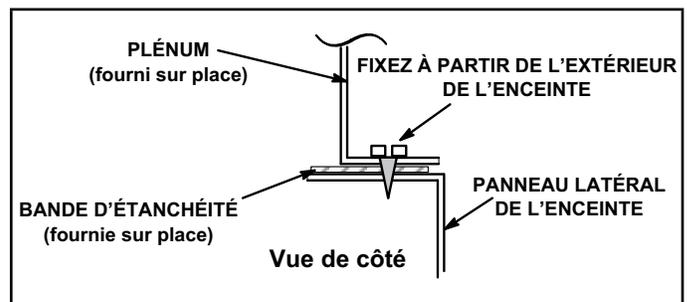
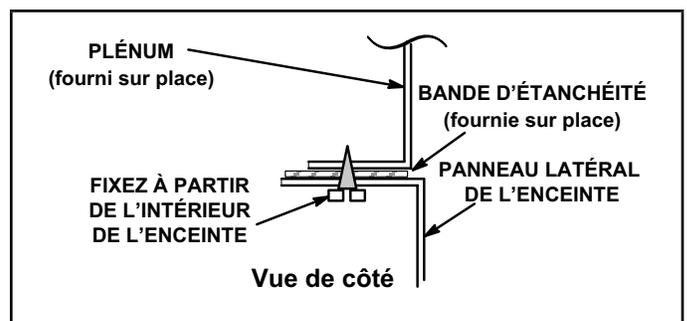

FIGURE 17
FIGURE 18
- 1 - Le bord inférieur du plénum doit être rabattu pour former un rebord (FIGURE 17 et FIGURE 18).